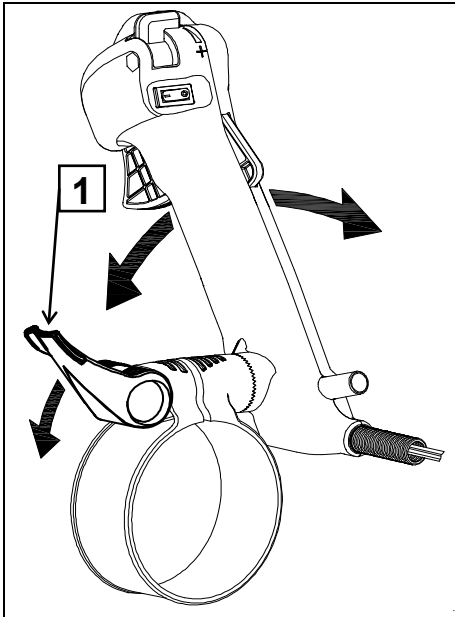

Рисунок 4 - Регулировка рукоятки
5. Поднимите блокирующий рычаг, Рисунок 4 № 1.
1. Поднимите стопорный рычаг, Рисунок 4 № 1.